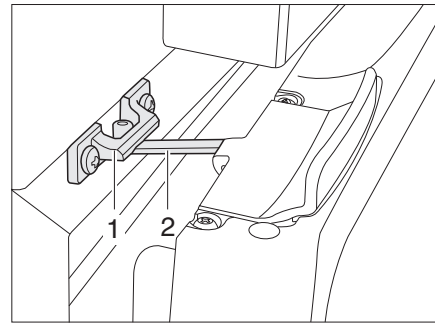

Bild 134 Kühlschranktür in Lüftungsstellung (Thetford)
- Verriegelung (Bild 134,2) aufklappen und in der Verriegelungsaufnahme (Bild 134,1) einrasten. Die Kühlschranktür bleibt damit leicht geöffnet.